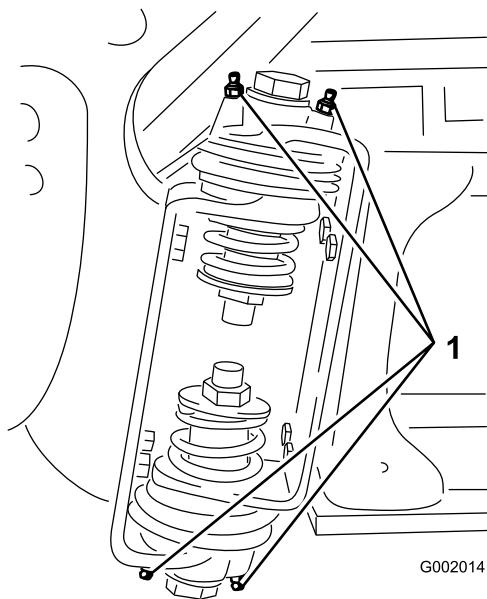

Bild 73
2. Pressen Sie Fett in die Lager oder Büchsen jedes Anschlussstückes (Bild 73).